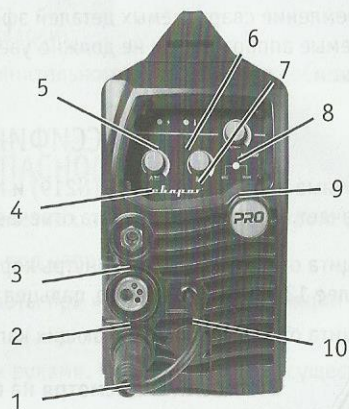
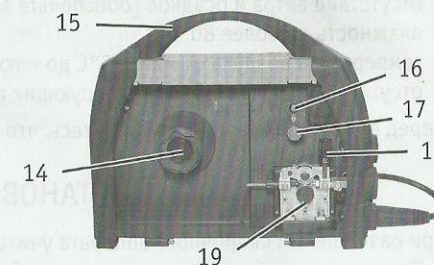

Рис. 1.1
Рис. 1.3
2. Вставьте сварочную горелку в «евроразъем» (2) (**рис. 1.1**) на передней панели аппарата и прикрутите его. После установите катушку с проволокой, установите ролики с теми канавками, которые соответствуют диаметру проволоки. Зафиксируйте проволоку с помощью ручки зажима проволоки (18) (**рис. 1.3**). С помощью кнопки прогона проволоки (16) (**рис. 1.3**) протяните проволоку внутрь горелки.
5. В зависимости от требуемой полярности вставьте кабельную вилку, соединенную с клеммой заземления, в соответствующий разъем «-» или «+» на передней панели сварочного аппарата (1 или 3) (**рис. 1.1**) и закрутите его по часовой стрелке.
6. Вставьте кабель полярности (10) (рис. 1.1) в свободный (не подключенный кабелем клеммы заземления) разъем сварочного аппарата и закрутите его по часовой стрелке.
7. Произведите настройки процесса сварки на передней панели управления аппарата. Выберите настройку MIG с помощью переключателя (9) (рис. 1.1) установите значение скорости подачи проволоки (8), выставьте рабочее напряжение дуги (7) (рис. 1.1).
2. На передней панели имеется два разъема «+» и «-» (1 и 3) (рис. 1.1). Для плотного закрепления прямого и обратного кабелей в разъемах необходимо вставить кабельную вилку в соответствующим кабелем в панельный разъем до упора и повернуть его по часовой стрелке. При неплотном подсоединении кабелей возможны повреждения как кабельного разъема, так и источника питания.
6. Выберите способ сварки ММА переключателем на передней панели аппарата (9) (рис. 1.1). С помощью регулятора (4) (рис. 1.1) установите значение тока.